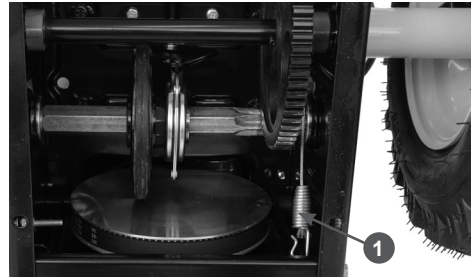

Рис. 12 Регулировка троса включения хода
- нажмите рычаг включения хода. При полностью нажатом рычаге включения хода пружина 1 должна быть растянута на 0,5 - 1 см (Рис. 12). При необходимости, отрегулируйте трос с помощью гаек 1 (Рис. 11). После регулировки затяните гайки;